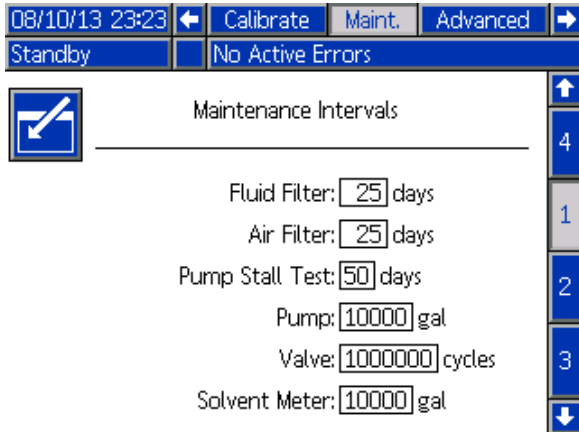

Figure 48 Экран технического обслуживания 1, параметры интервала
**ПРИМЕЧАНИЕ:** На рис. 48 цифра справа от пункта Solvent (Растворитель) представляет собой номер насоса, а не номер материала.